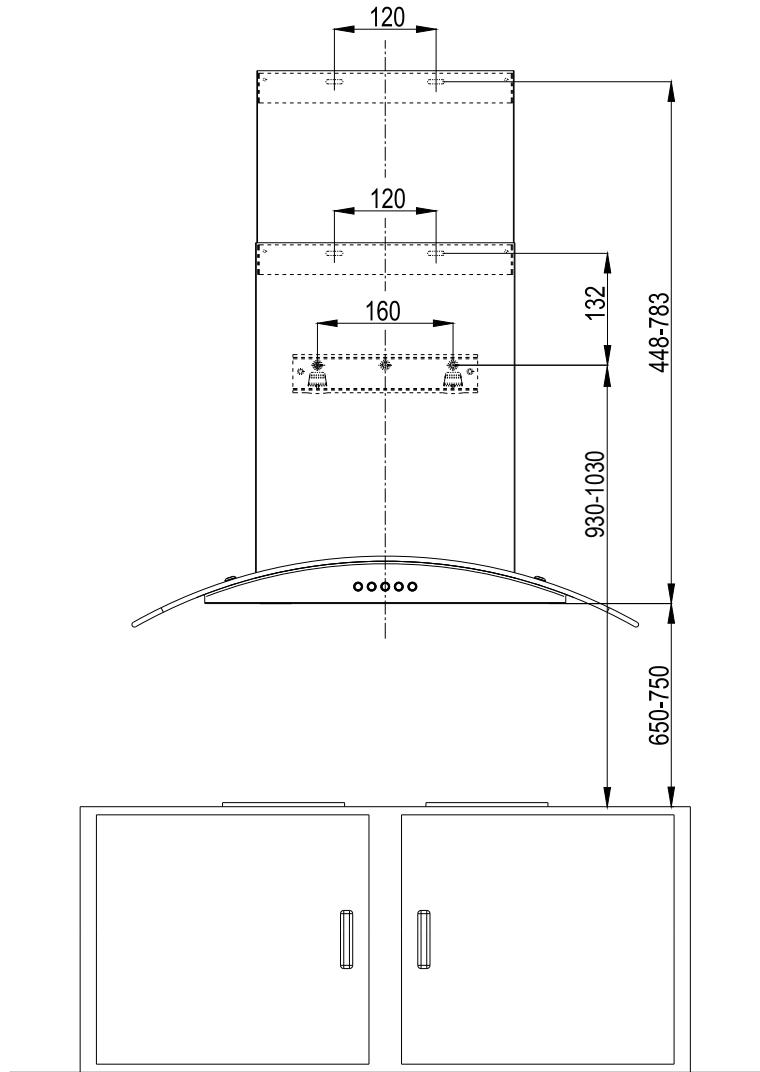

图 2
- 弧玻烟机应布置在烹饪平面上方 650 到 750 毫米处。参见图 2。